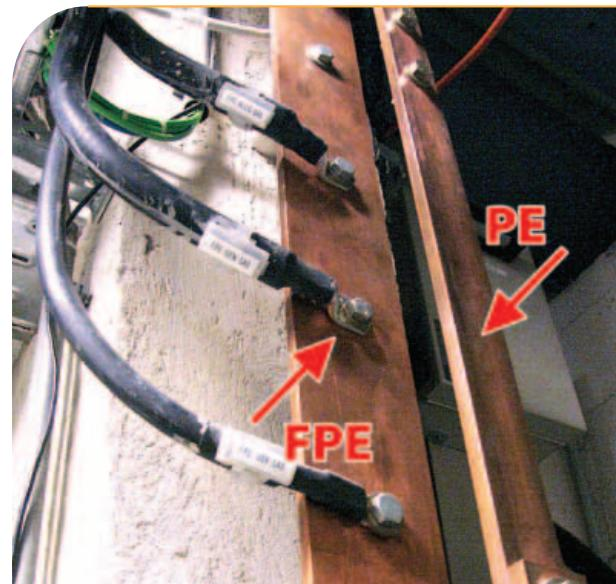

Abb. 6 Getrennte Anwendung von FPE und PE;
Um einen optimalen Potentialausgleich zu erreichen, ist die getrennte Verwendung eines funktionstechnischen PE (FPE) und eines sicherheitstechnischen PE (PE) sinnvoll (Abb.6). Der FPE darf nur einmal am zentralen Erdungspunkt mit dem PE verbunden werden. Eine permanente EMV-Überwachung, um die Stromfreiheit des FPE zu überwachen ist notwendig. Moderne Differenzstrom-Suchsysteme (RCMS) erfüllen diese permanente EMV-Überwachung und gewährleisten eine hohe Störunempfindlichkeit.